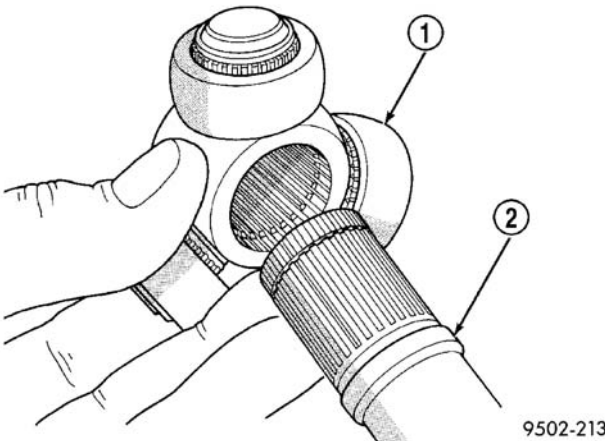
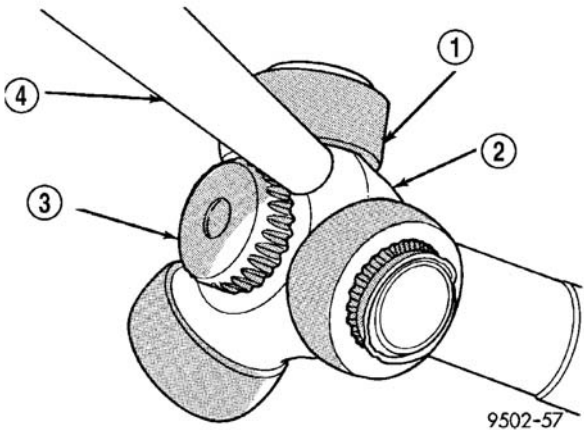

图 16 星形轴总成在连接轴上的安装
图 17 在连接轴上安装星形轴总成
(2) 将星形轴总成安装在连接轴上（图 16）。星形轴总成安装在连接轴上时，必须尽量向里推，使星形轴限位卡环完全入位。如果用手不能将星形轴总成完全安装到连接轴上，可用黄铜冲头敲击星形轴体进行安装（图 17）。不要试图用敲打外三销式轴承的方法从连接轴上卸下星形轴总成。